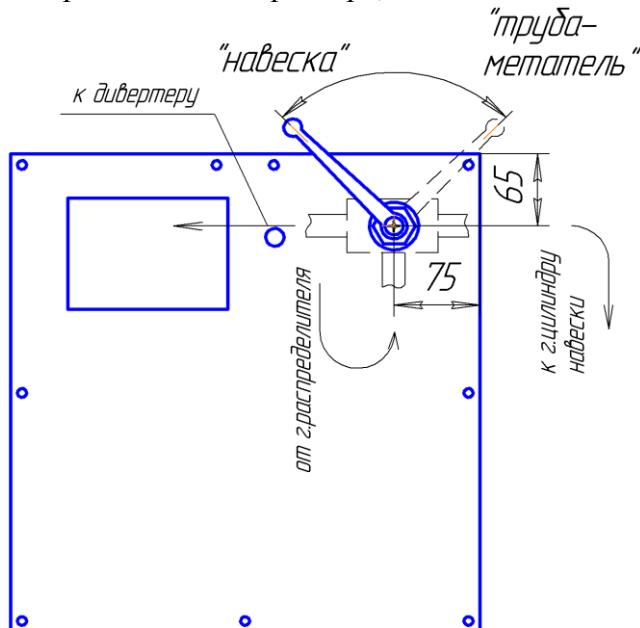

Рисунок 5.
- в крышке по указанным размерам на схеме (рис. 5) просверлить отверстие Ø23 мм;